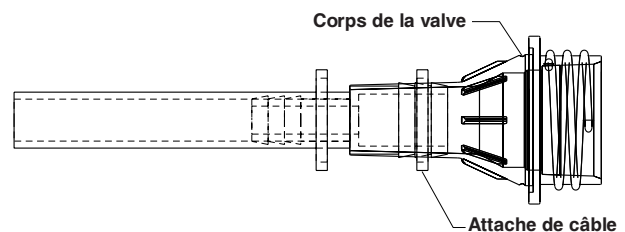

Figure 4
10. Installer la fixation du coupleur de réduction en la poussant fermement jusqu'à ce qu'elle soit entièrement insérée dans le corps de la valve (voir la figure 4).
11. À l'aide d'un pistolet à attaches mono-usage, installer l'attache de câble fournie autour du corps de la valve, en le centrant sur la fixation du coupleur de réduction (voir la figure 4).
13. Installer la fixation du coupleur de réduction en la poussant fermement jusqu'à ce qu'elle soit entièrement insérée dans le corps de la valve (voir la figure 4 à la page 20).
14. À l'aide d'un pistolet à attaches mono-usage, installer l'attache de câble fournie autour du corps de la valve, en le centrant sur la fixation du coupleur de réduction (voir la figure 4 à la page 20).